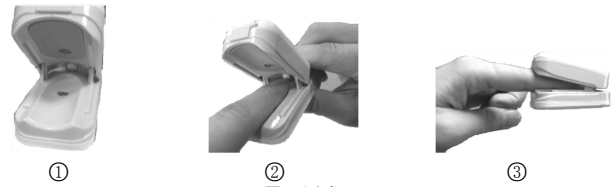

图 5 测试
- 张开手指血氧仪夹子, 如图 5.①。
- 把手指 (建议中指或食指) 放入硅胶垫上 (确认手指的位置正确, 发光窗口对准指肚, 接受窗口对准指尖弧影, 如图 5.②), 然后夹着手指如图 5.③。
- 手指必须放入适当的位置 (请见图 5), 否则, 会导致不正确的测量。